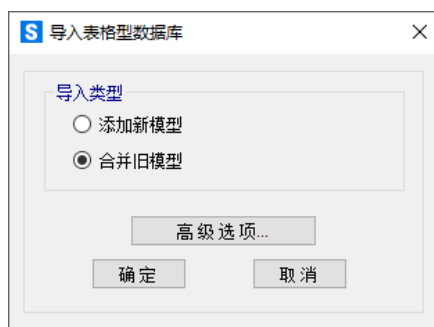

图 2.7 导入表格型数据库选项
1. 打开基座模型，点击【文件>导入>SAP2000 文本文件 (.s2k)】命令，在弹出的对话框中选择“合并旧模型”，如图 2.7 所示。之后选择相应模型的.s2k 文件，依次导入烟囱筒体及支架。